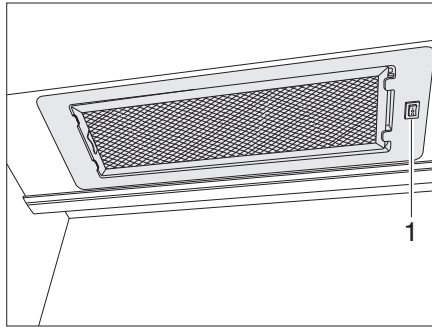

Fig. 128 Cappa di aspirazione
- Accendere e spegnere la cappa di aspirazione tramite l'interruttore (Fig. 128,1).